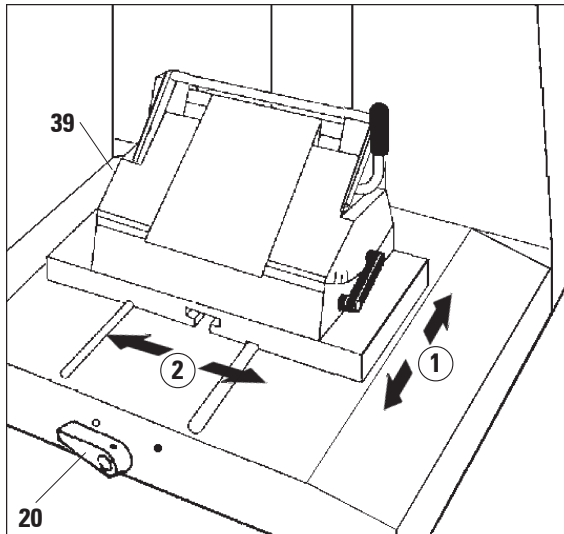

Abb. 26
- Zum Lösen der Klemmung Klemmhebel (20, Abb. 26) vorn an der Mikrotomgrundplatte gegen den Uhrzeigersinn drehen.
- Zum Klemmen Hebel (20) im Uhrzeigersinn drehen.